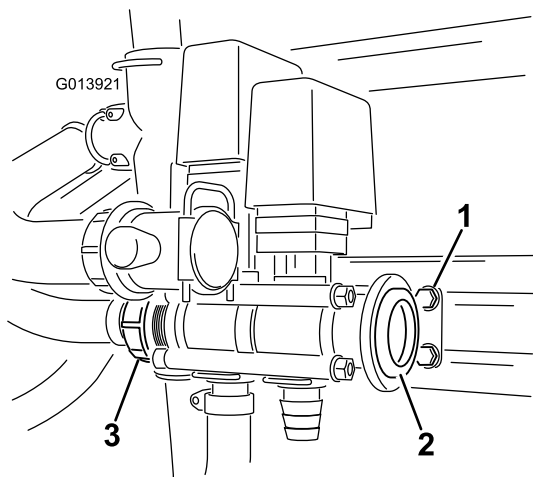

図7
注 バルブ同士を組み合わさるときにブラケットで調整できるようになっていることを確認する図7。最大トルク 271-339N-cm
19. アダプタにガスケットを入れ、ゆるめてあったワームクランプをアダプタのボディに取り付ける図7。